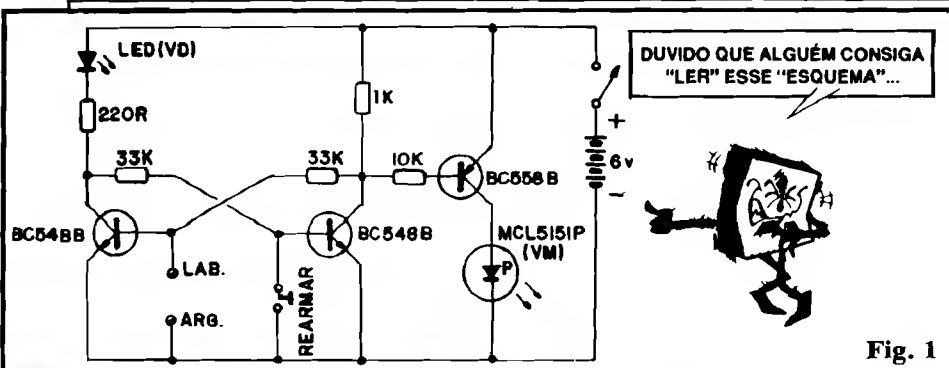

Fig. 1
- **FIG. 1** - Esquema do circuito do JOGO DA MÃO BOA... Tudo muito simples e direto, baseado apenas em componentes e conceitos **já vistos** nas "Aulas" do ABC. Nessas alturas do "ano letivo", todos os "Alunos" assíduos já têm a capacidade de "ler" com segurança um esquema, sempre lembrando que ele não passa de um diagrama simbólico dos próprios componentes e interligações que totalizam um circuito "real"... Conforme já dissemos várias vezes, se Você é capaz de